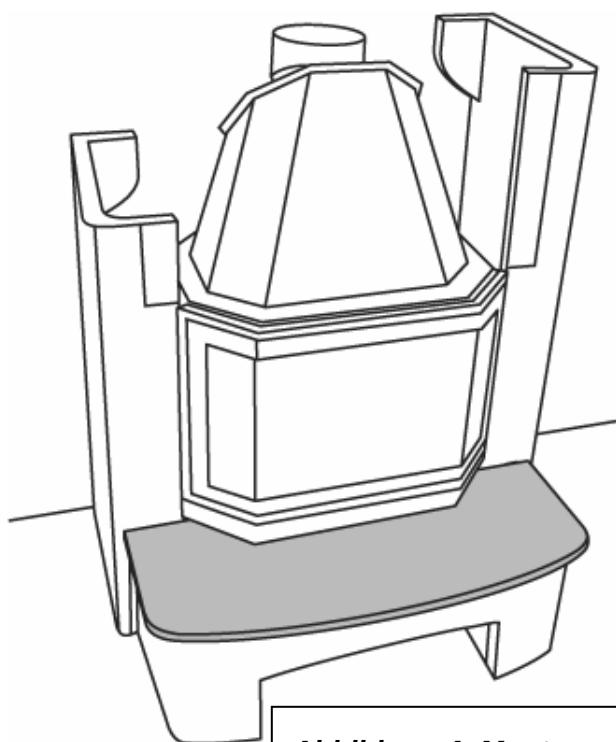

Abbildung 4: Montage der Sockelplatte
4. Hängen Sie danach beide Rückwandschirmbleche an den Aufnahmebolzen ein (für jedes ist eine Nut vorhanden) wobei als erstes das Blech mit dem Aufsatzblech vorne (klein) eingehängt wird. Dabei zeigen die abgewinkelten Seiten nach vorne (siehe Bild 4 und 5).